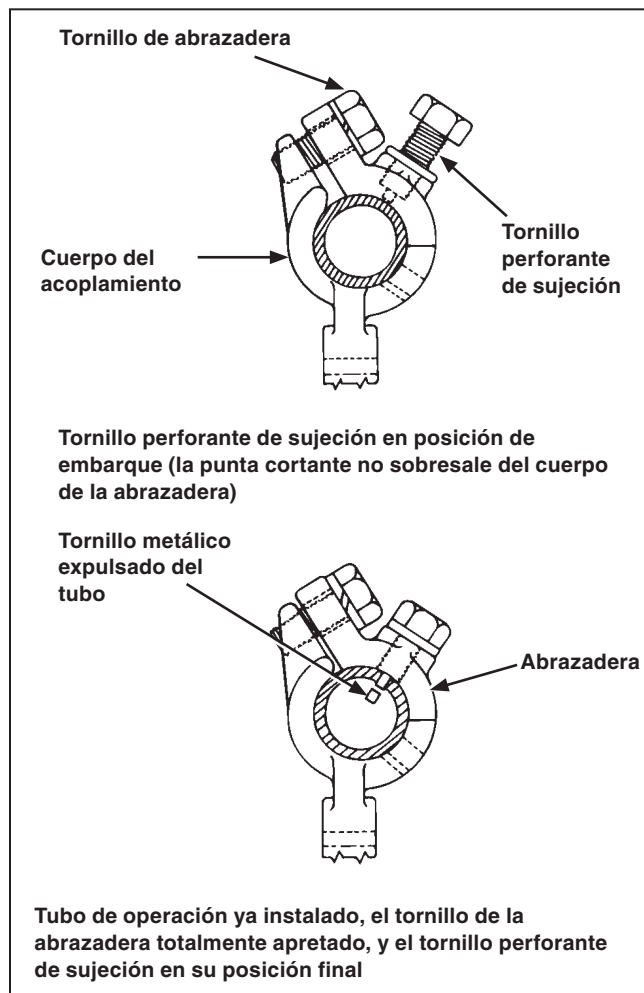

Figura 11. Instalación de los acoplamientos de tubo.
- (e) Asegúrese que el(los) tornillo(s) de la abrazadera estén apretados. Ver Figura 11.